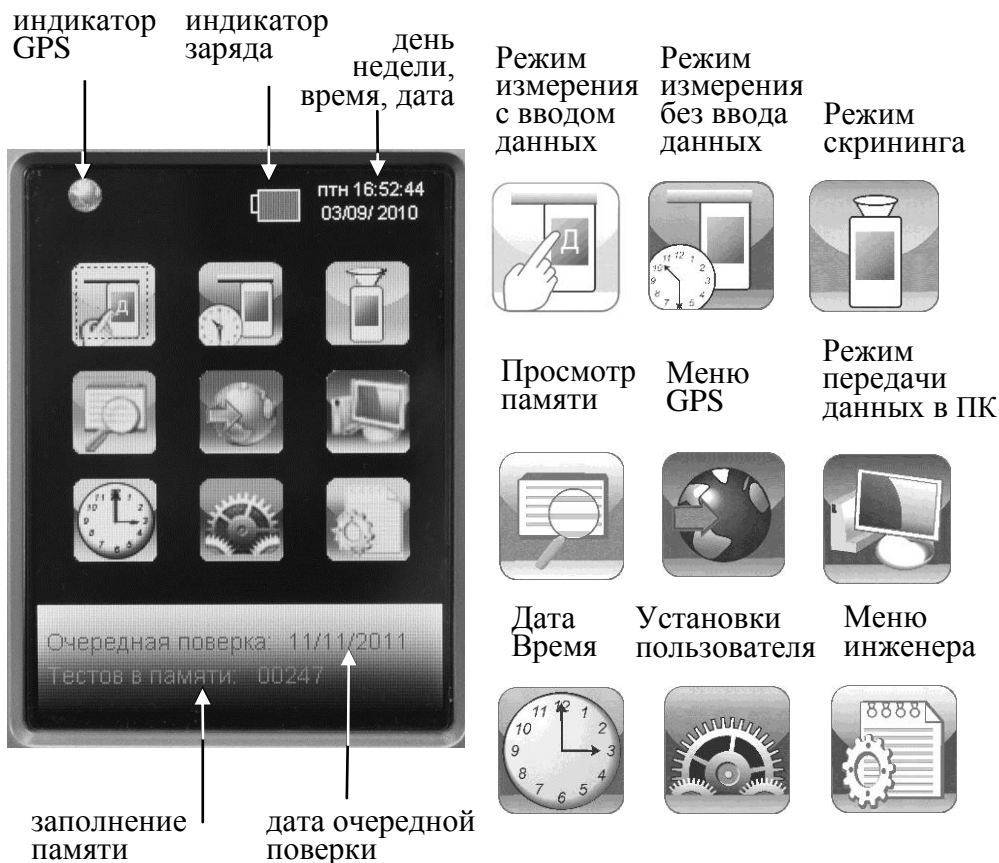

Рисунок 4 – Главное меню анализатора
2.2.1 Включение анализатора производится нажатием на кнопку включения/выключения, удерживая ее до звукового сигнала (1-2 секунды). При этом на экране появляется заставка с названием анализатора и версией программного обеспечения, и начинается процедура автотестирования работоспособности (анализатор проводит автоматический отбор пробы – слышен двойной щелчок срабатывания соленоида заборной системы). После этого на экране появляется главное меню анализатора (рисунок 4).
2.3.1 При включении анализатора после заставки с названием анализатора и версией программного обеспечения на сенсорном экране появляется главное меню из 9 пунктов-иконок и индикаторов, информирующих об уровне заряда аккумуляторного блока, текущем времени и дате, а также об установлении координат текущего местоположения GPS-приемником (рисунок 4).
2.5.2 Для входа в меню «**Установки пользователя**» в главном меню анализатора (рисунок 4) выберите пункт-иконку «**Установки пользователя**», касаясь стилусом соответствующей иконки или используя кнопочную клавиатуру согласно п. 2.4.1.2 настоящего РЭ. На сенсорном экране появится окно «**УСТАНОВКИ**» – меню из 4-х пунктов: